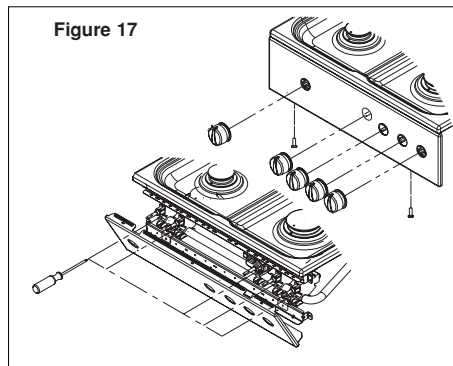

Figure 17
2. Enlevez les boutons des becs, dévissez les vis du panneau et enlevez le panneau (figure 17).